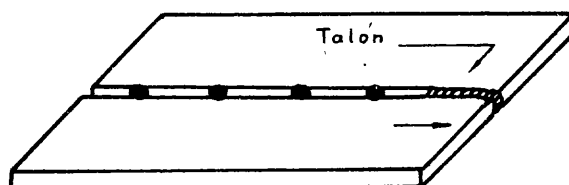

Fig. 2
- e Inicie un cordón pequeño en sentido contrario al avance (fig.2).